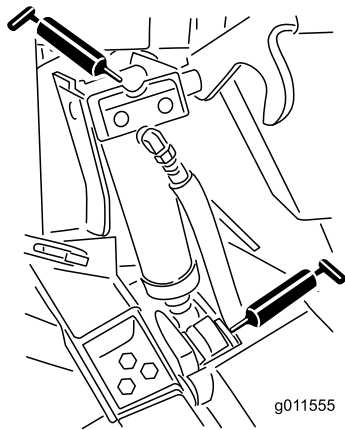

Figure 51
- 4 bagues de vérin de levage (Figure 51)